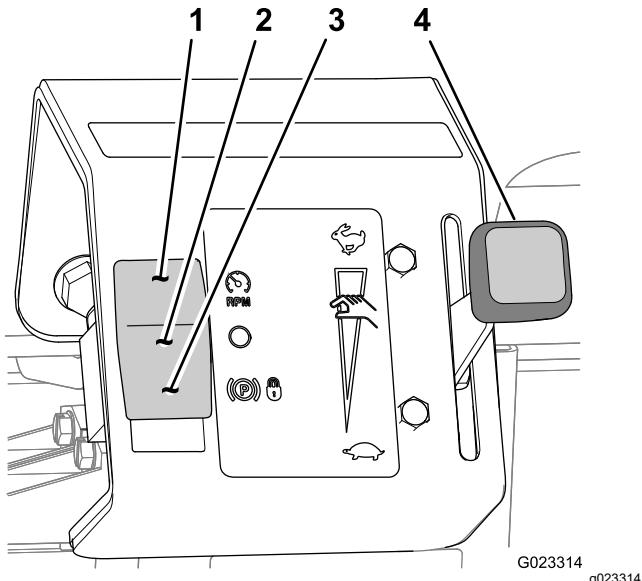

図 30
ハンドスロットルは、モードスイッチと組み合わせて使い、エンジン速度の調整およびエンジン速度を固定するのに使用します 図 30。
2. ハンドスロットルを SLOW 位置に動かす 図 30。
3. モードスイッチを上走行速度リミット位置にセットする 図 30。
6. ハンドスロットルを FAST 方向に動かして 図 30、希望する速度を出す。
3. モードスイッチを上OFF位置にセットする 図 30。
モードスイッチ 図 30 は、以下の操作にハンドスロットルを使用するときに使います
3. モードスイッチを下スロットルロック位置にセットする図 30。
4. 必要なエンジン速度に合わせてハンドスロットルを適当な位置にセットする図 30。
6. ハンドスロットルを 低速 位置に動かす図 30。
7. モードスイッチを上OFF位置にセットする図 30。